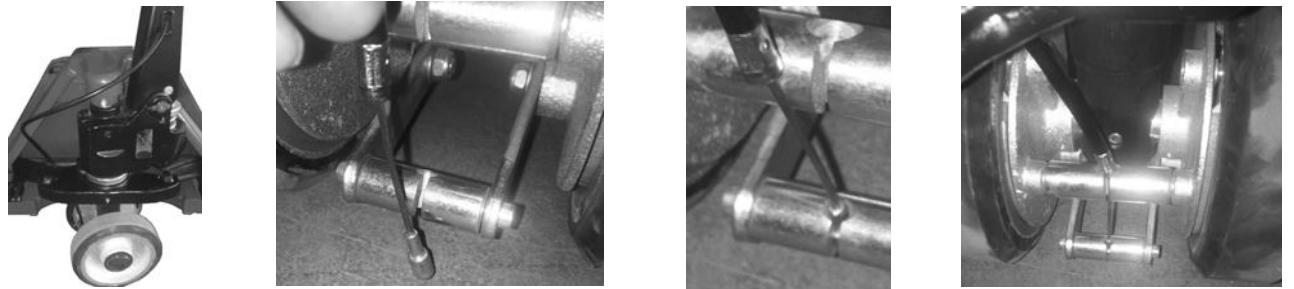

Bild 12: Progressiv drivning och parkeringsbroms
- Vrid pumpen 90 grader åt höger sida och för sedan igenom bromsvajern bakom tryckplattan.(Bild 12)